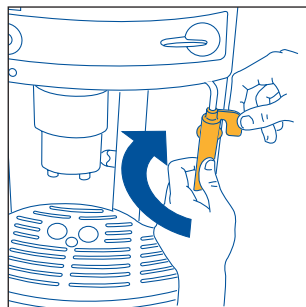

Fig.25
- Ruotare la manopola in senso orario fino a fine corsa e, con una mano, tenere ferma la maniglia del tubo del cappuccinatore e con l'altra, svitare il cappuccinatore stesso ruotandolo in senso orario e poi sfilarlo verso il basso (fig. 25).